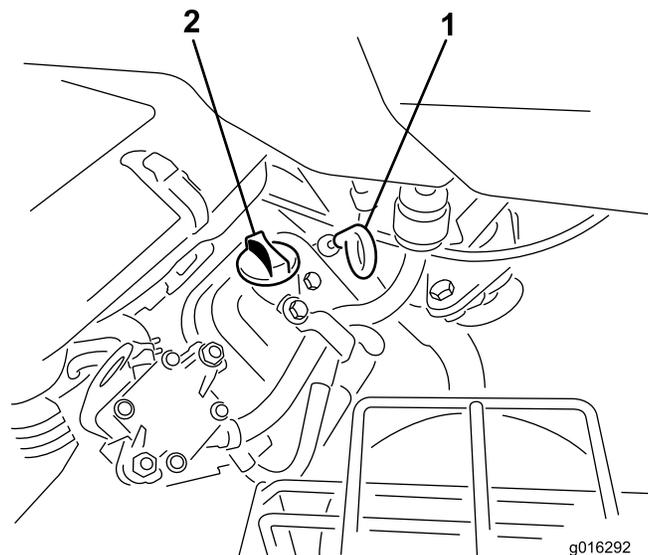

図 28
2. ディップスティックを抜きウェスで一度きれいに拭く。ディップスティックを、チューブの根元までもう一度しっかりと差し込む図 28。